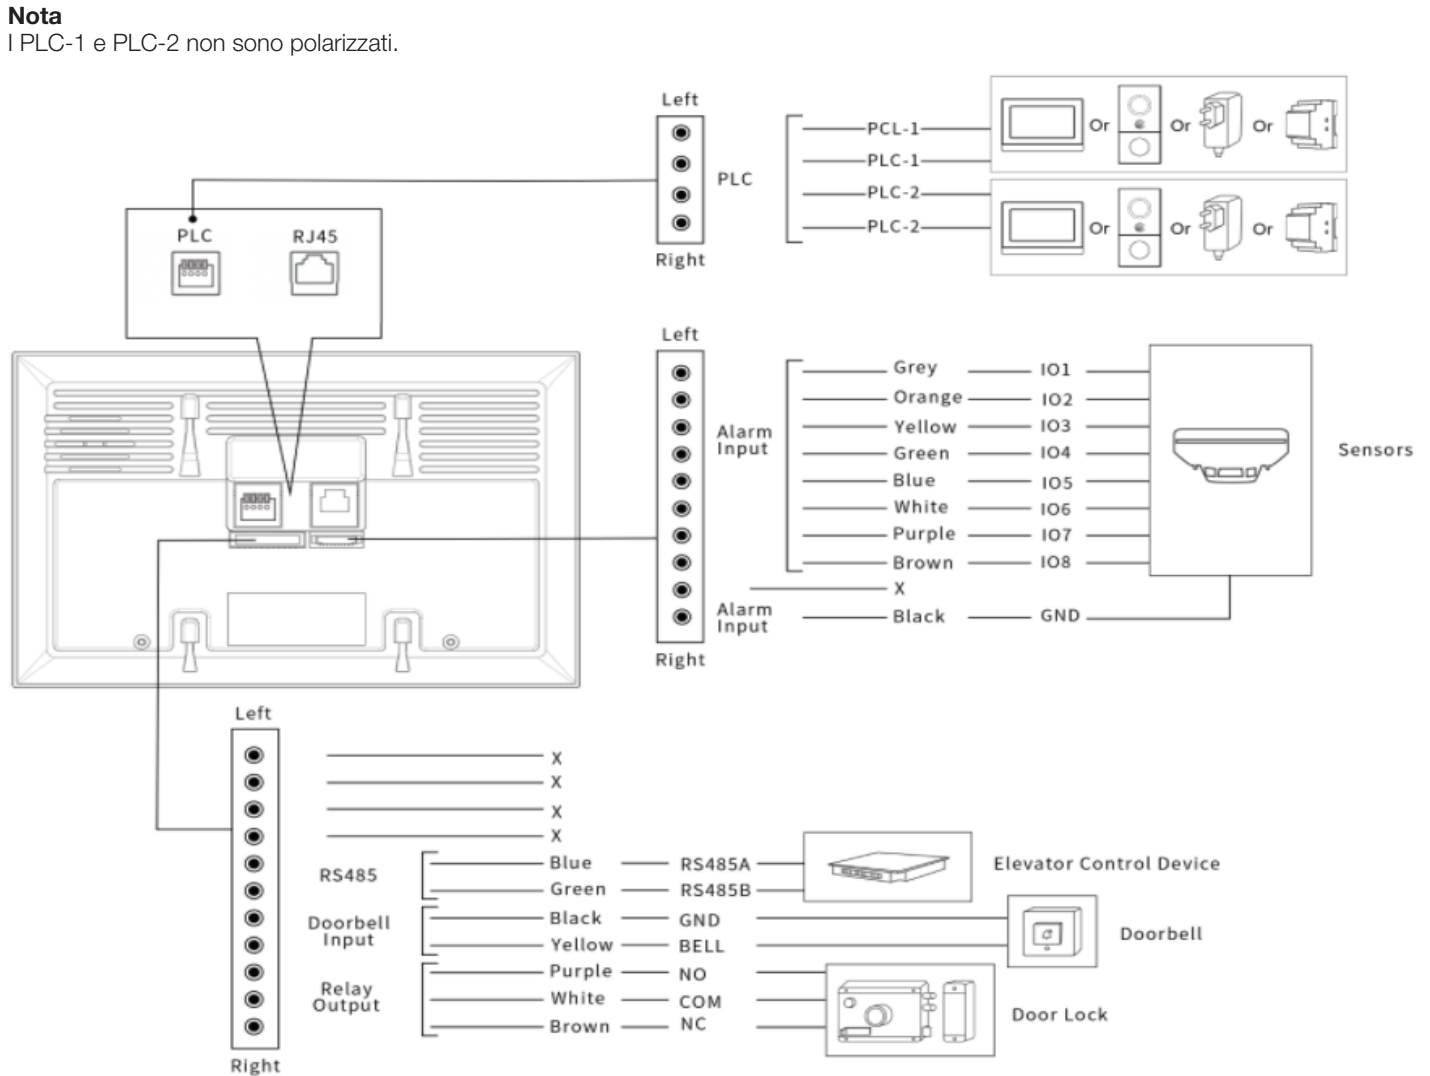

Figura 5: Cablaggio del monitor per interni MyBell 2-Wire
7. Collegare i fili secondo la Figura 5.